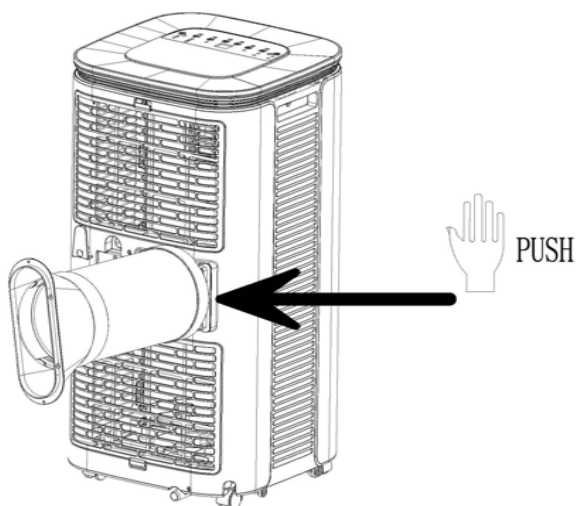

Figura 1
- 2) Insira a montagem do tubo de calor (o extremo da junta de exaustão) no ranhura de ventilação do painel preto (empurre para a esquerda) e complete a montagem (como demonstrado na figura 1).